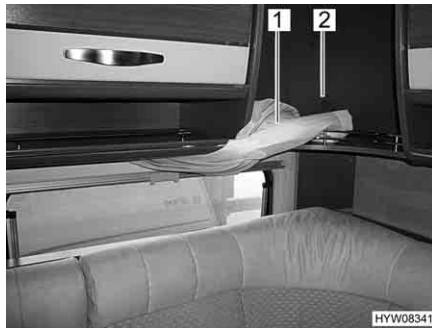

Fig. 77 Letto in coda, riporre le tendine nelle bauliere
- Riporre le tendine (Fig. 77,1) con cautela nelle bauliere (Fig. 77,2) facendole passare sopra il letto in coda. In caso contrario, le tendine possono rimanere impigliate e danneggiarsi.